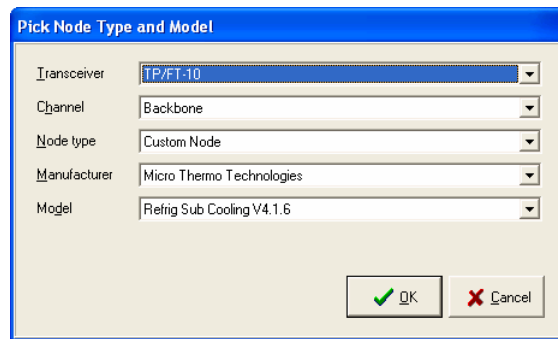

Figure 7 – Choix du nœud
- 3- Glisser-déposer une icône de type **Node** (Nœud) de la boîte à outils vers la vue. Dès que l'icône est déposée, la fenêtre **Pick Node Type and Model** (Figure 7) s'ouvre pour permettre la définition du nœud.